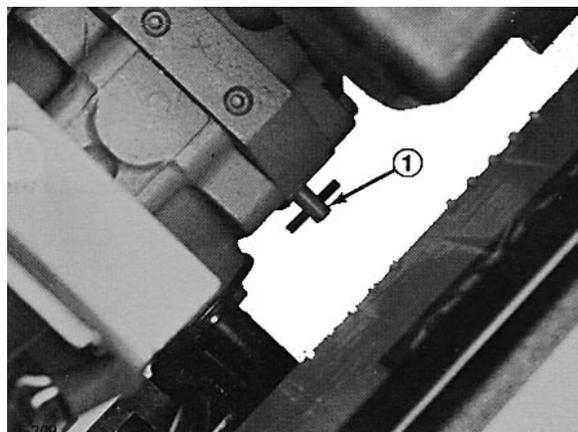

Fig. 14
1. Girare la valvola di bypass (Fig. 14) sotto il trattorino, di  $\Omega$  o 1 giro in senso antiorario. Aprendo